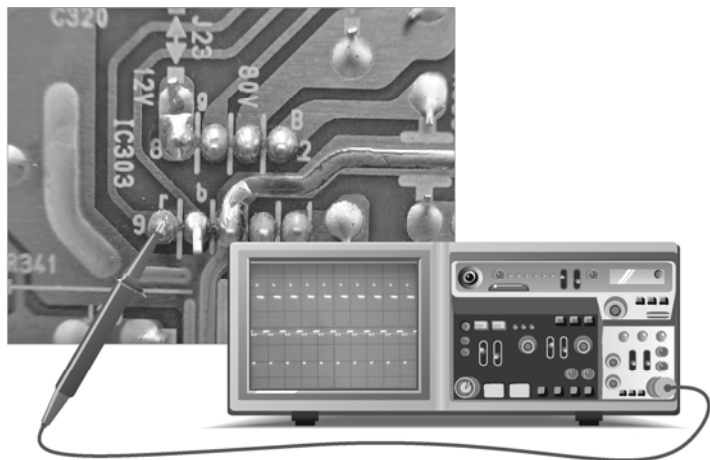

图 2-47 R 输入信号的检测
如果视频输出集成电路 LM2437T 的输出信号出现问题,还应进一步通过对输入信号的检测来判断是否是集成电路出现故障。首先将示波器的探头放到⑨脚上,对 R 输入信号进行检测,这个信号是来自视频预放集成电路 TDA4887PS ②脚的 R 输出信号。具体操作及信号波形如图 2-47 所示,如果有如图 2-47 所示的波形,则说明输入信号正常。